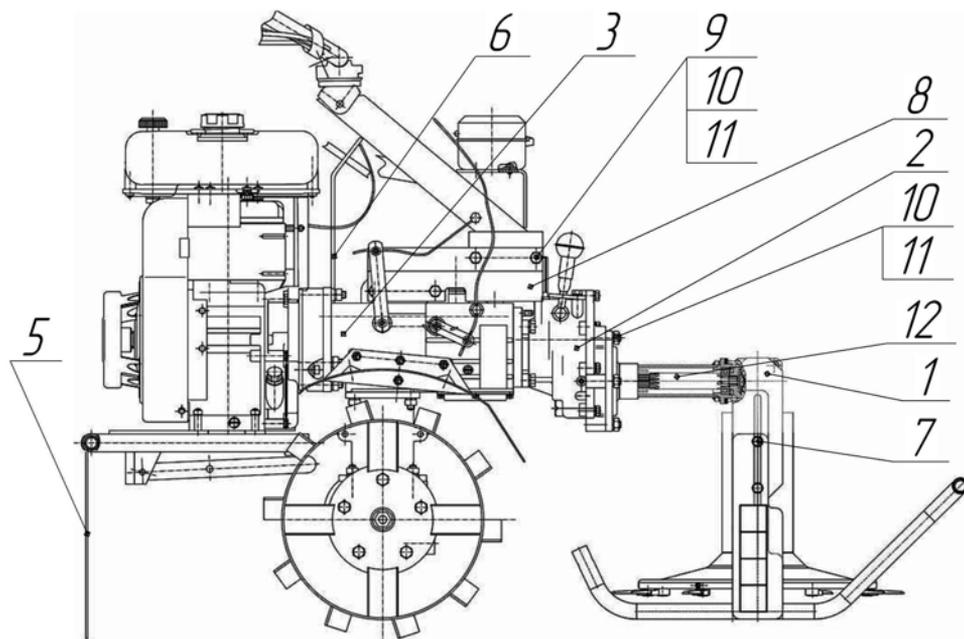
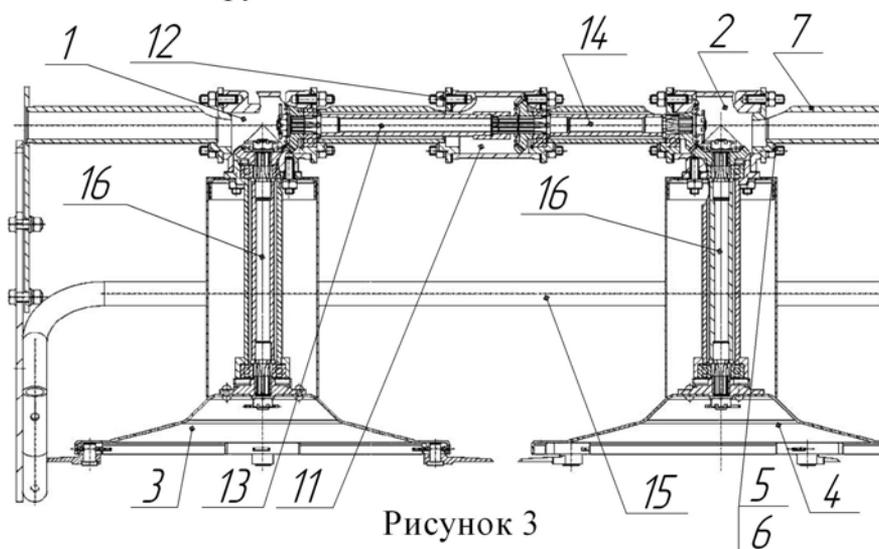

Рисунок 1
Рисунок 3
2.1.10 Пристыкуйте косилку и шторку 5 к мотоблоку с редуктором универсальным, как показано на рис. 1.
3.2.1 Для заполнения редукторов привода 1 и 2 режущих дисков 3 и 4 (Рис. 3) необходимо отвернуть гайки 5, снять пружинные шайбы 6 и корпуса трансмиссий 7.
3.2.2 Для заполнения редуктора 11 (Рис. 3) необходимо отвернуть четыре гайки 12 (Рис. 3) крепления к трансмиссии верхней 12 (Рис. 1). В полость редуктора 11 добавить 50 см3 солидола ГОСТ 4366-76.